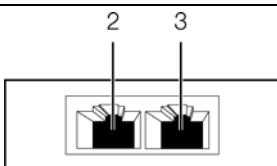

Рис. 7: Задняя сторона датчика вандализма
- Соедините датчик вандализма кабелем CAN-Bus с интерфейсом CAN-Bus Процессорного блока CMC III или с соседним компонентом в шине CAN-Bus (рис. 7, поз. 2).
- При необходимости подключите ко второму, свободному интерфейсу CAN-Bus датчика вандализма (рис. 7, поз. 3) следующий компонент (например, датчик другого типа).